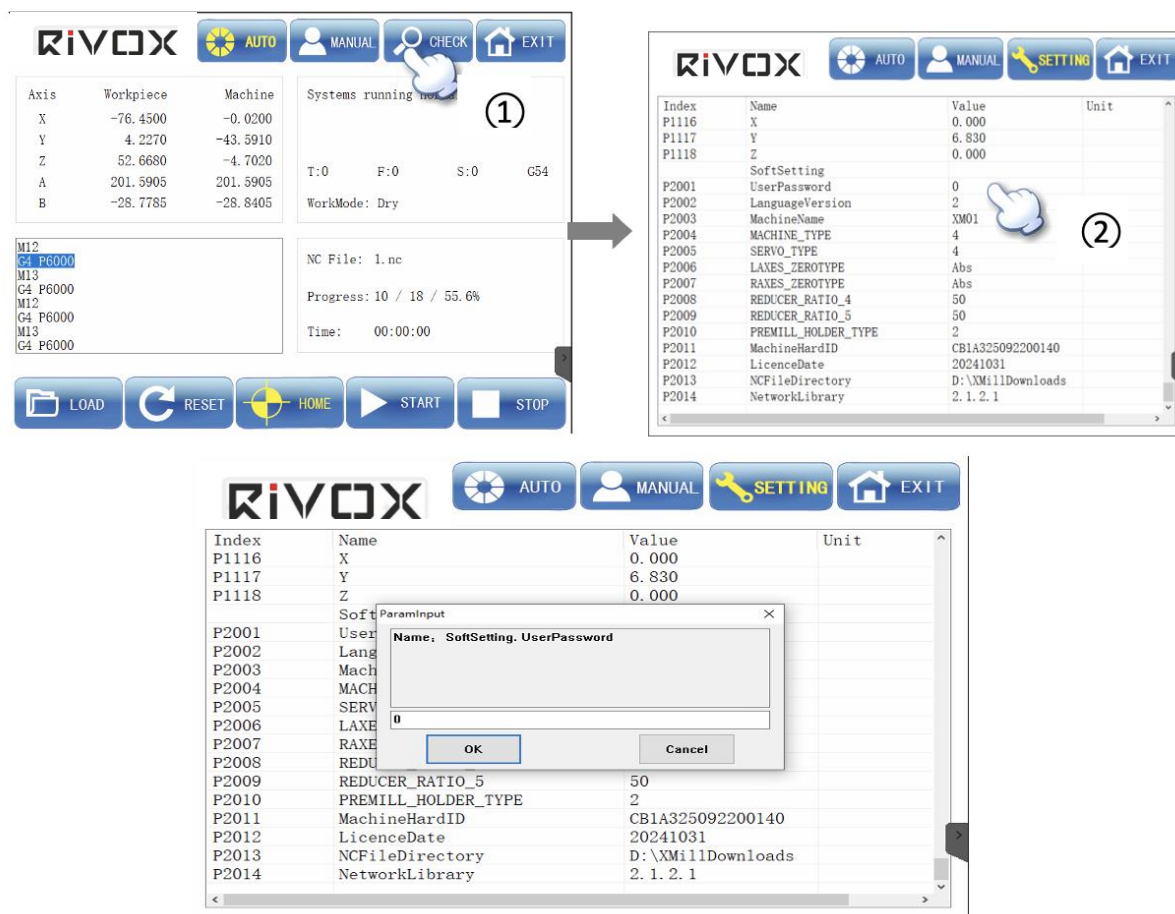

Рисунок 7
2. Выберите рабочую среду, что означает переключение между сухим и влажным режимом в автоматическом режиме. Выбранная вами рабочая среда будет отображаться в автоматическом режиме обозначением сухая и влажная (см. рисунок 7: WorkMode: Dry/Wet).